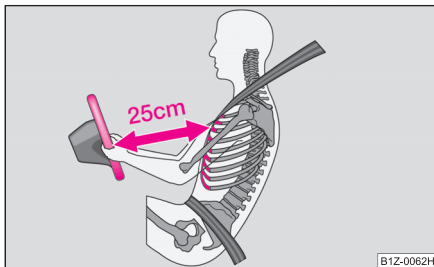

Fig. 100 Distanța sigură
- Între conducător și volan trebuie să existe o distanță de cel puțin 25 cm ⇒ fig. 100. Dacă nu se respectă această distanță, sistemul airbag nu își poate exercita eficiența maximă – Pericol!